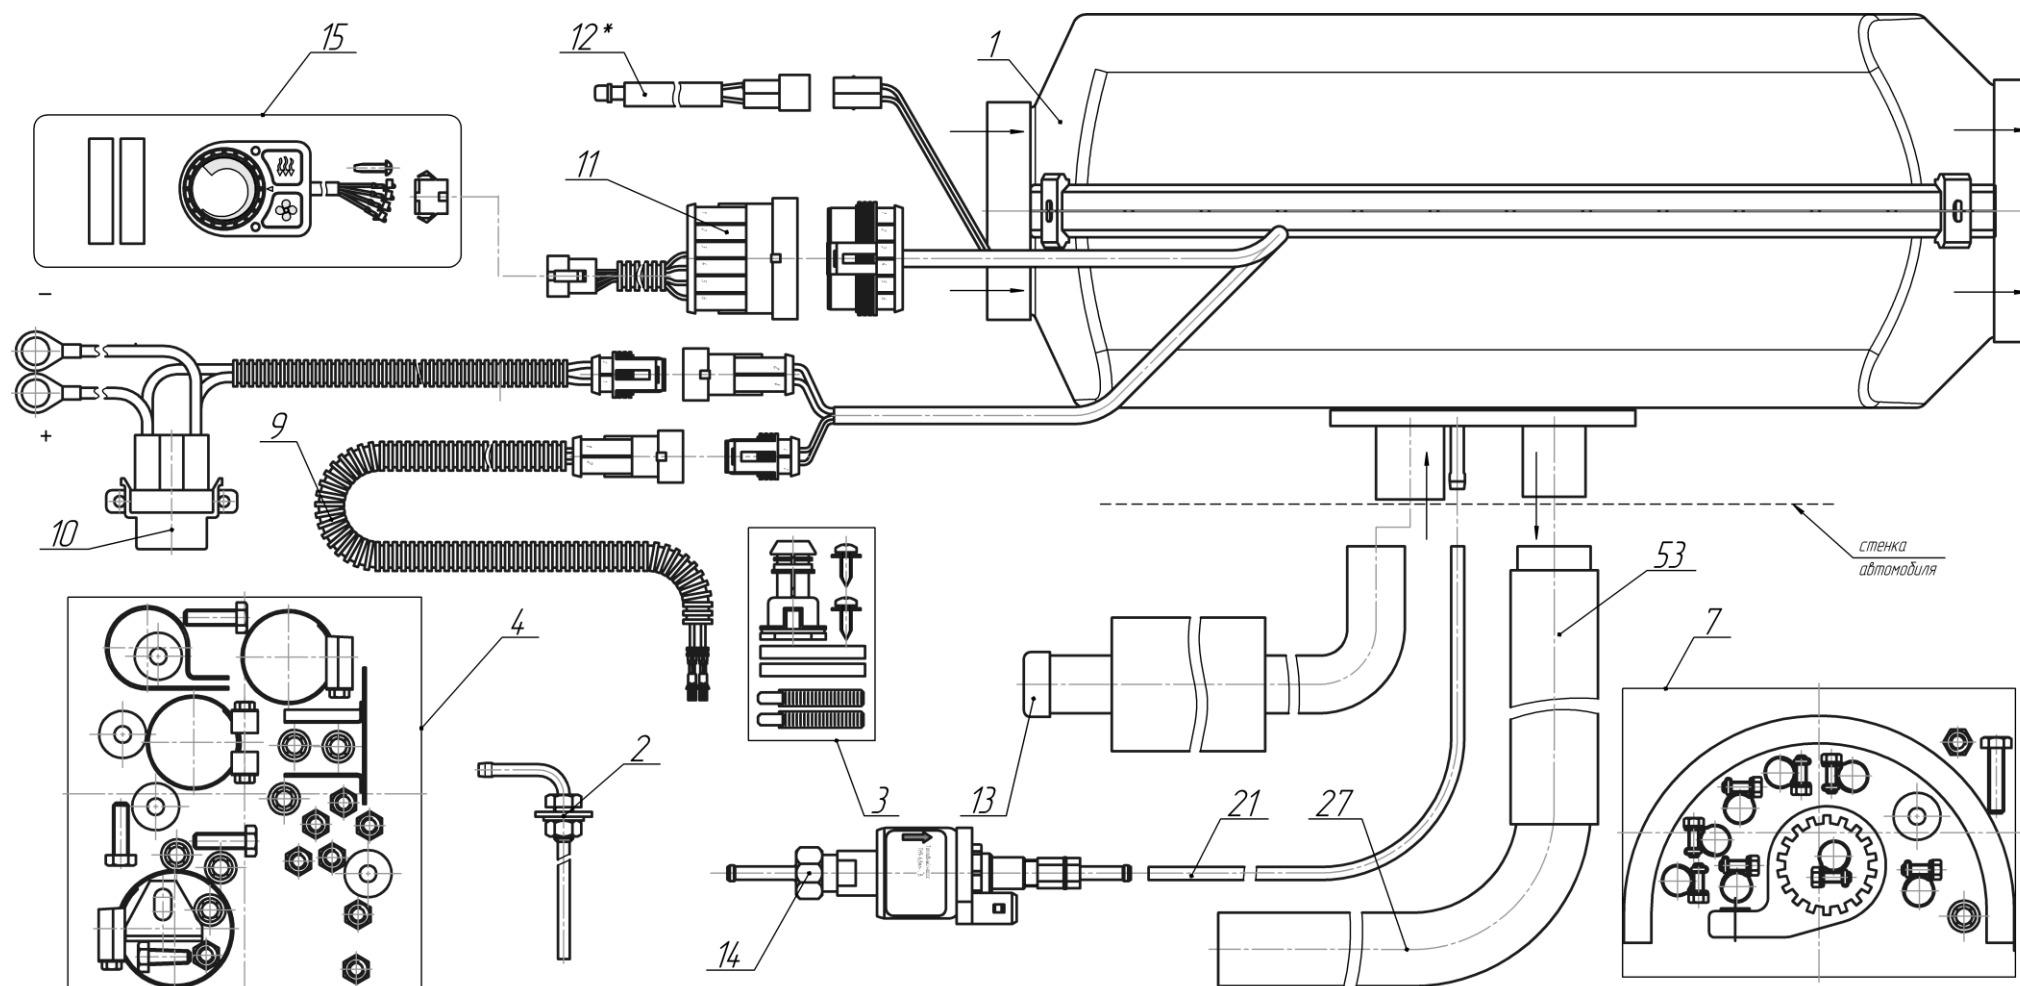

Рис.1- Схема деления отопителя (с монтажными комплектами)
- 1) Состав **отопителя** **воздушного** согласно схеме деления изделия, на составные части – рис. 1 и перечню деталей и сборок – таблица 1.